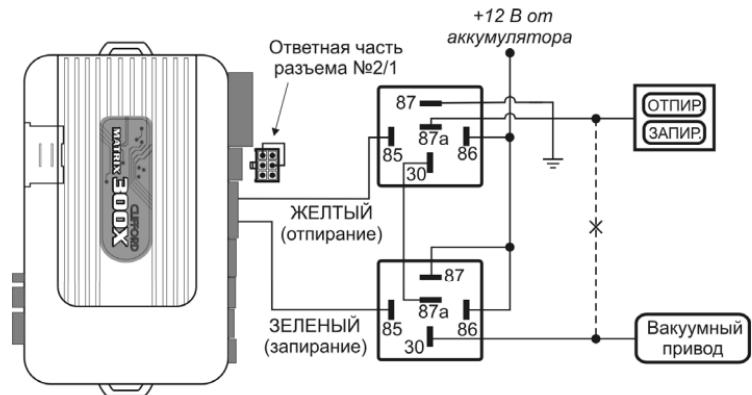

Рис. 4
- ◆ Подсоедините ЖЕЛТЫЙ и ЗЕЛЁНЫЙ провода системы (Разъём №3) к дополнительным реле согласно схеме (Рис.4):